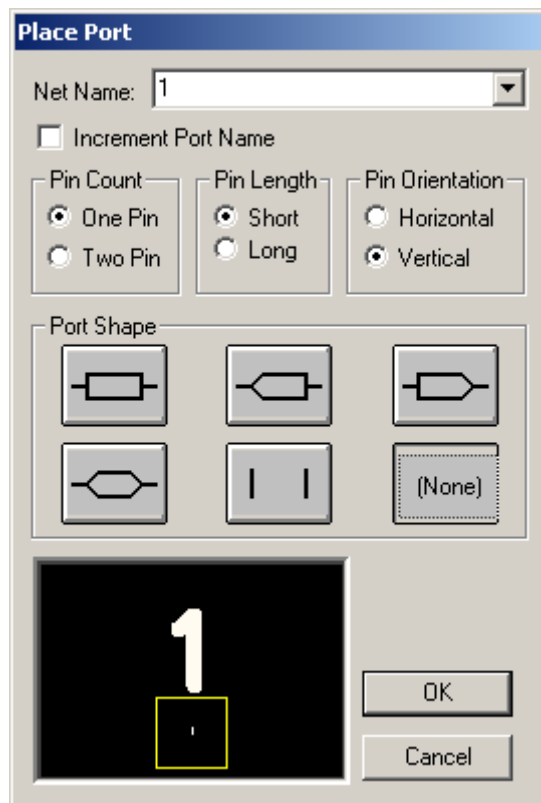

Рис. 5 Окно команды **Place Port**
- 2.9 .Перед вами появится окно настройки параметров порта, изображенное на рис. 5.